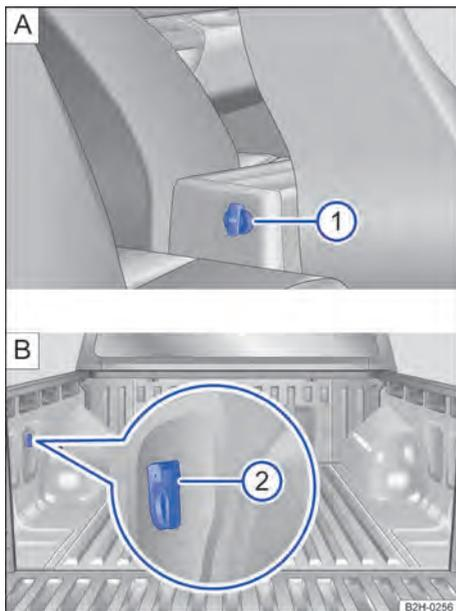

Fig. 118 Tomada 12 V atrás.
- No console central traseiro → Fig. 118 ①.
- Na parede lateral esquerda da superfície de carga → Fig. 118 ②.